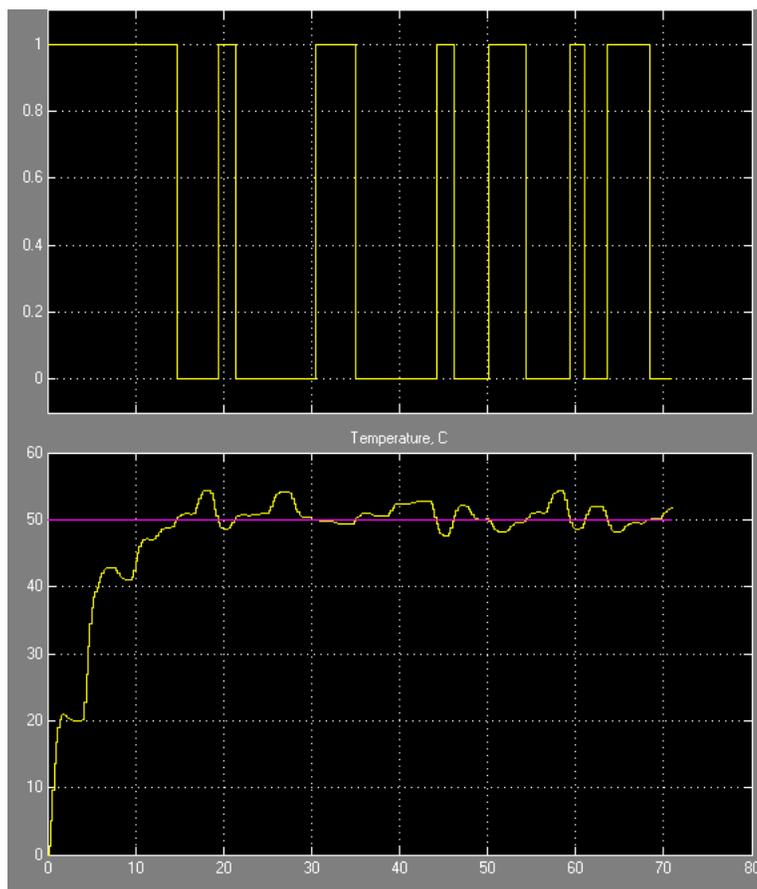

Рис. 14. Пример переходного температурного процесса. Заданная температура: 50 град. С.
10. Сохраните переходный процесс системы в mat файле. Сравните полученный процесс с примером, показанным на Рис. 14.